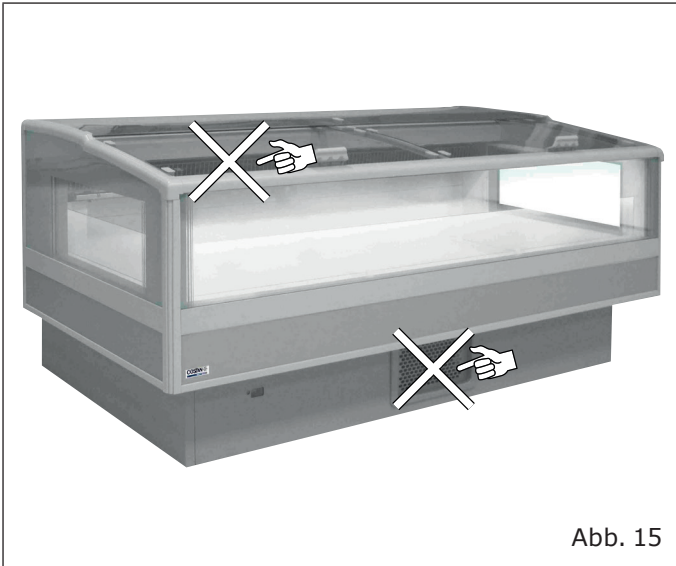

Abb. 15
- Die Waren nicht die Zirkulation der Kaltluft beeinträchtigen ("Abb. 15").